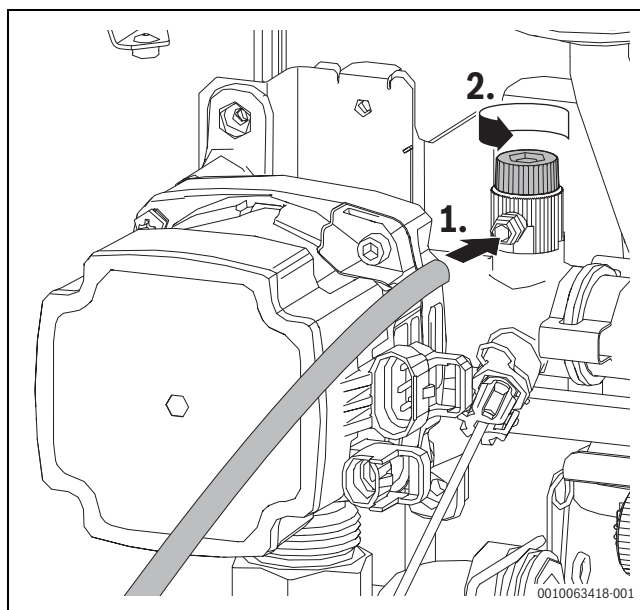

Bild 63 Manuelle Entlüftung der Hybridpumpe
- Anlage manuell über den Entlüfter an der Wärmezelle und der Hybridpumpe entlüften (→ Bild 63 "Manuelle Entlüftung der Hybridpumpe").